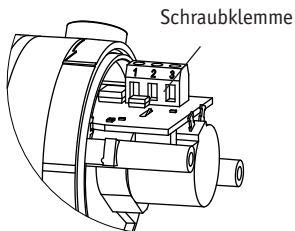

Abb. 7: Litzenanschluss
- Litzen an der Schraubklemme des Gerätes anschließen (Abb. 7).